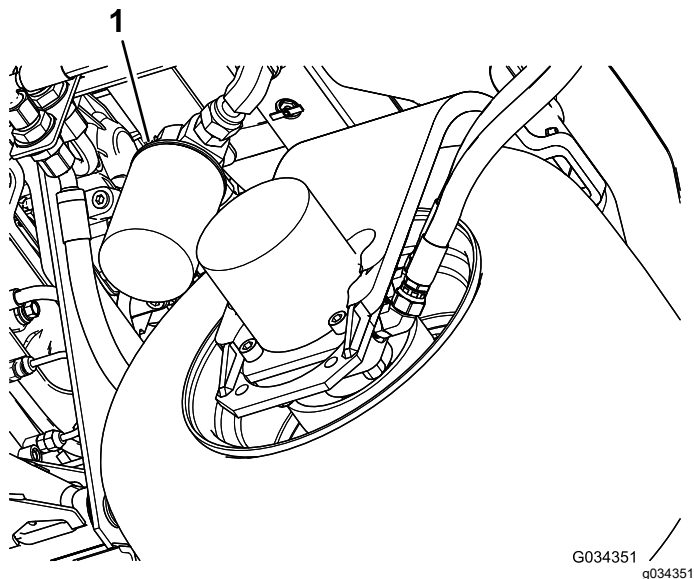

図 94
2. フィルタ取り付け部の周辺をウェスできれいにぬぐう。フィルタ図 94の下に廃油受けを置いてフィルタを外す。